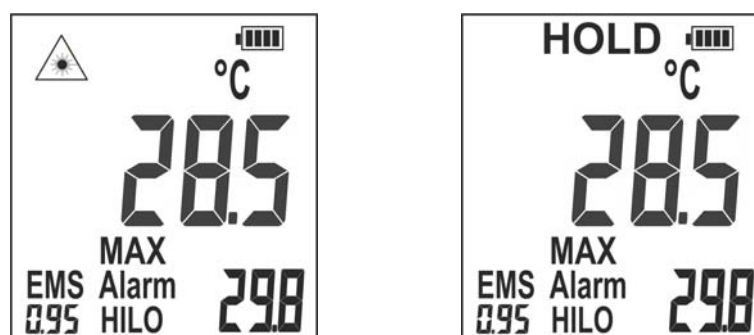

Fig. 18: Affichage des valeurs mesurées
7. Relâcher la gâchette pour arrêter la mesure et figer la dernière valeur. Le symbole "△" disparaît et le message "HOLD" s'affiche à l'écran (voir Fig. 18).